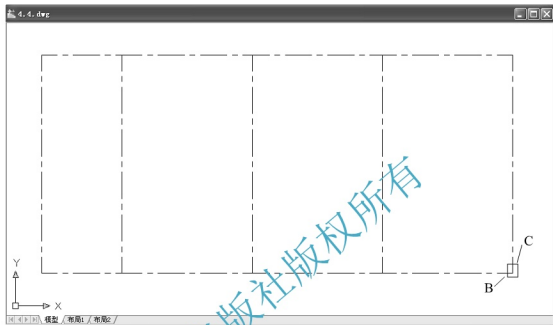

图 4.9 绘制 A 轴线和 5 轴线相交处的柱
④ 在指定另一个角点或 [面积(A)/尺寸(D)/旋转(R)]: 提示下，输入矩形右上角点 C 相对于 B 点的坐标“@300, 400”，然后按 Enter 键结束命令，结果如图 4.9 所示。